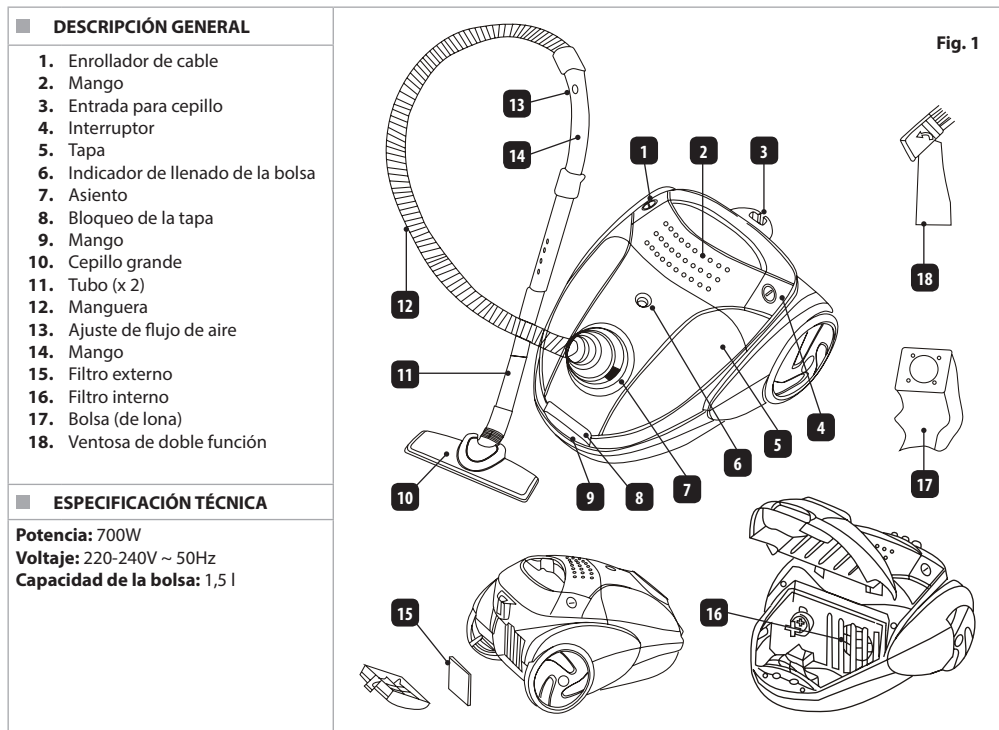

Fig. 1
- comprobar si los filtros (**15**, **16**) están instalados - Fig. 1,
- el filtro de entrada interno (16) protege el motor contra daños. Se puede acceder al filtro abriendo la tapa (5) y sacando la bolsa de polvo (17),
- el filtro externo (15) es una protección contra la contaminación del aire en habitaciones limpiadas.
- Se puede acceder al filtro abriendo la tapa del filtro (15) - Fig. 1.